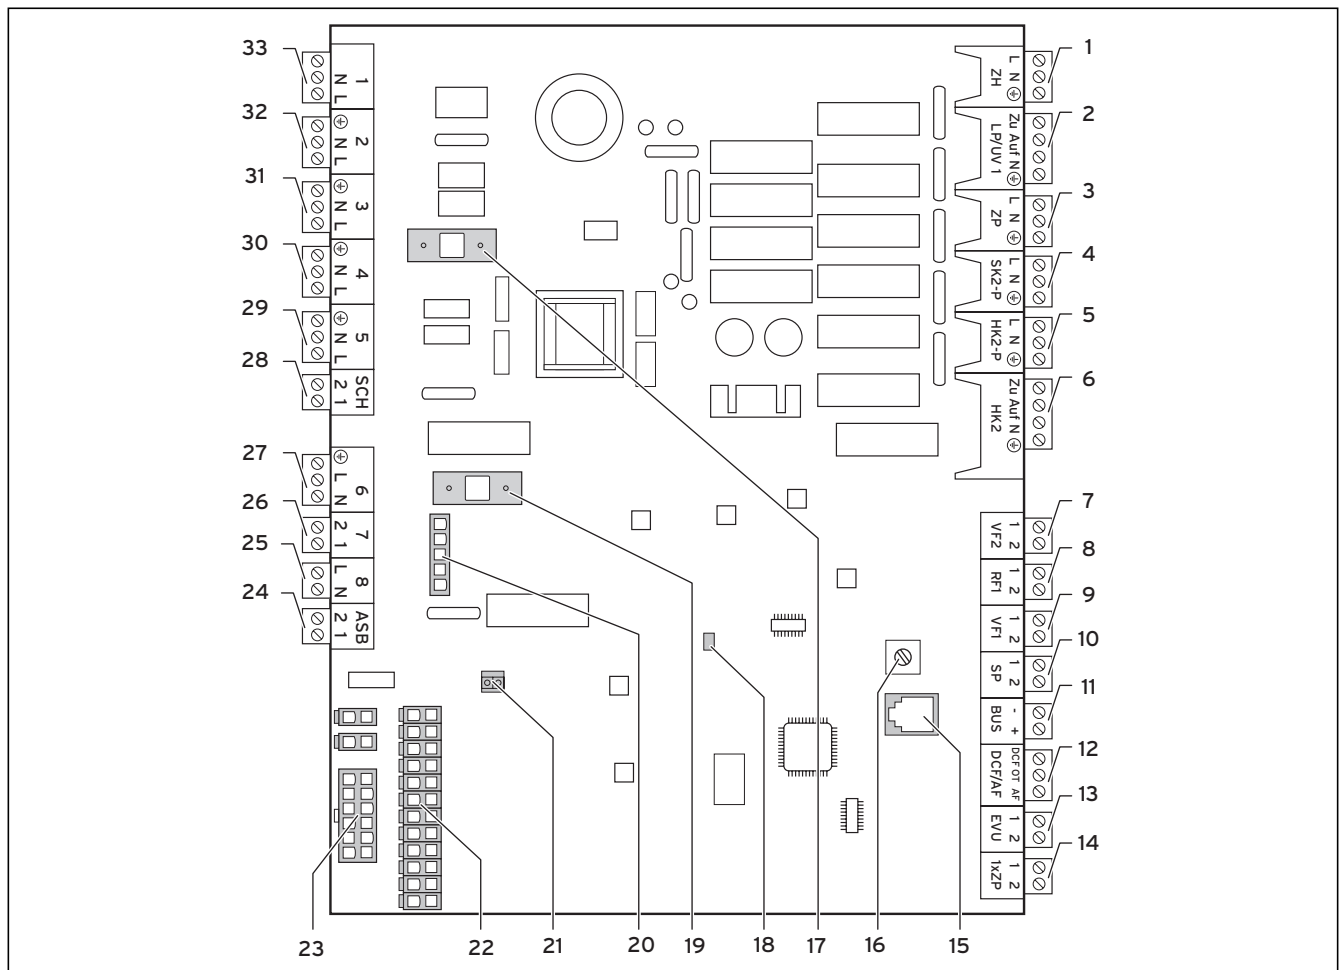

Bild 6.6 Kretskort för reglerutrustning
- Anslut strömförsörjningen till huvud-elmatningen (1).
- Anslut rundstyrningsreläet till plint 13 "EVU", om elleverantören kräver sådan. Med rundstyrningssignalen spärras värmepumpen vid stängd kontakt (se bild 6.6).
- Anslut den permanenta strömförsörjningen till elmatning högtariff (2).
- Anslut lågtariff-strömförsörjningen till elmatning lågtariff (1).
- Anslut rundstyrringsreläet till plint 13 "EVU", om elleverantören kräver sådan. Med rundstyrringssignalen spärras värmepumpen vid stängd kontakt (se bild 6.6).
- Anslut den permanenta strömförsörjningen till elmatning regulator (2).
- Anslut rundstyvningsreläet till plint 13 "EVU", om elleverantören kräver sådan. Med rundstyvningssignalen spärras värmepumpen vid stängd kontakt (se bild 6.6).
Via plint "SK2-P" (se bild 6.6, pos. 4) kan avstängningsventilerna aktiveras för de värmekretsar som inte ska kylas (t.ex. badrummet).